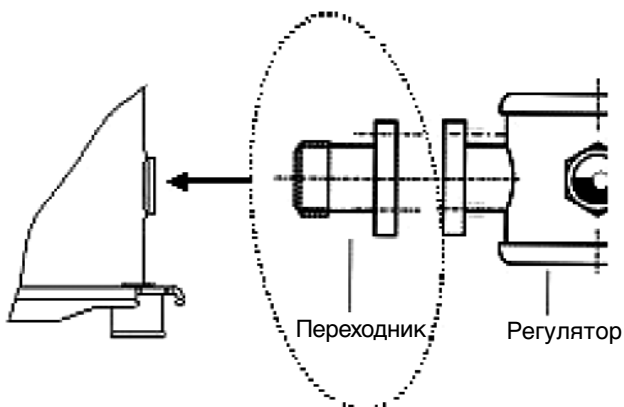

Рисунок 3.2: Установка регулятора уровня масла с переходником в место установки смотрового стекла компрессора
- Регулятор уровня масла должен устанавливаться с помощью специального переходника на место смотрового стекла компрессора (см. рисунок 3.2). Размер винтового соединения равен $1\frac{1}{8}$ ". Компания Danfoss не поставляет переходники. Требующийся переходник обычно предоставляет поставщик регулятора уровня масла. Не допускается повторное использование уплотнительной прокладки смотрового стекла для монтажа переходника. Для обеспечения правильной установки переходника выполняйте инструкции поставщика регулятора и переходника.